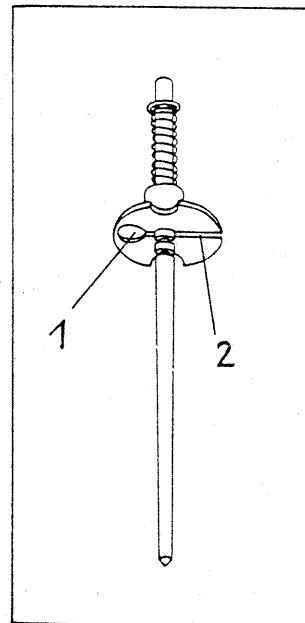

Fig. 127. Variation de l'aiguille de charge partielle
Pour raccrocher l'aiguille de charge partielle, il faut retirer du corps de carburateur le clapet à piston qui peut néanmoins resté relié au câble Bowden des gaz, y compris le chapeau du boîtier de clapet et le ressort de pression. Ensuite, tirer l'aiguille de charge partielle vers le bas contrairement à la tension à ressort. De cette façon, le port-aiguille se décolle du clapet à piston et permet d'être ôté de l'aiguille de charge partielle. A cet effet, on a percé un alésage dans le porte-aiguille - fig. 127 (1). La fente pratiquée dans le porte-aiguille ne doit pas être employée pour l'enlèvement du porte-aiguille, sinon l'action de ressort partant de cette fente se relâche. Le raccrochage étant accompli, on peut lâcher l'aiguille de charge partielle tout en veillant à ce que le porte-aiguille soit arrêté par le contour pratiqué en creux dans le fond du clapet à papillon.